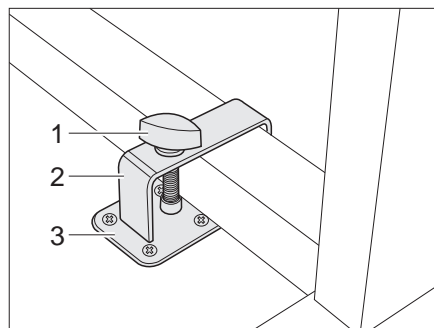
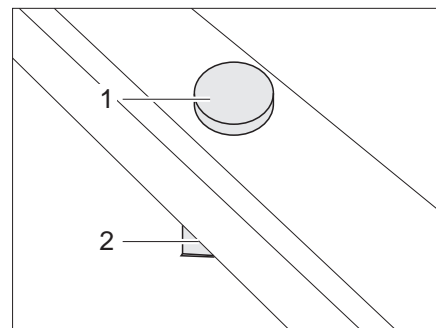

Bild 93 Spärr svängbord med bygel
Bild 94 Spärr svängbord utan bygel
- Ställ svängbordet bredvid hållaren (Bild 93,3) eller på hållaren (Bild 94,2).
- Lägg bygeln (Bild 93,2) med fästskruven (Bild 93,1) över bordsbenet.
- Förskjut bygeln och vid behov även svängbordet så att fästskruven (Bild 93,1 resp. Bild 94,1) kan skruvas in i hållaren (Bild 93,3 resp. Bild 94,2).